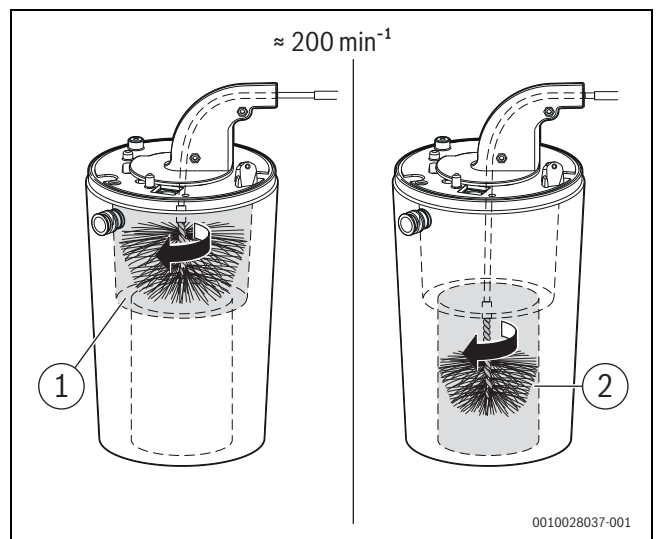

Рис. 114 Очистка теплообменника (ок. 200 об/мин, только правое вращение)
- ▶ Повторите действия с малой щеткой для нижней области (→ рис. 114, [2]).